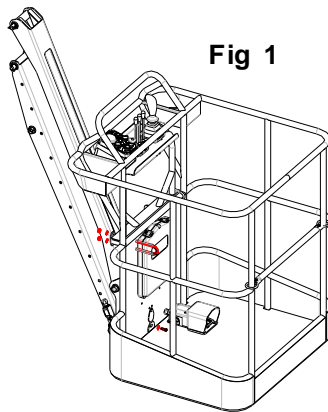

Fig 1
- die 4 Muttern von den Bügeln abschrauben und diese entfernen (Abb. 1).